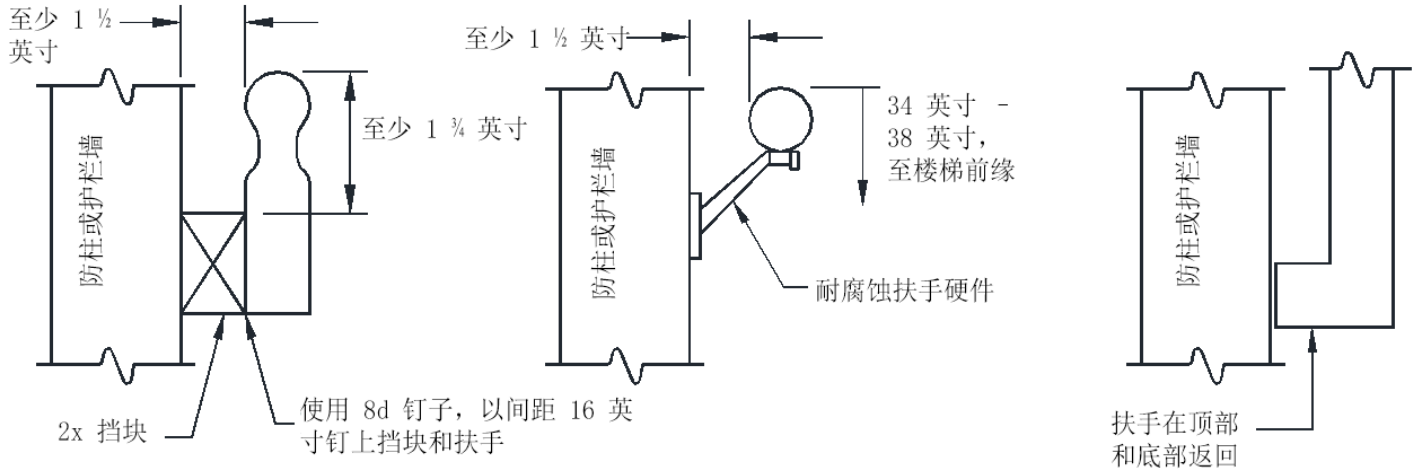

图 44: 扶手
- 扶手应固定到楼梯护栏或外墙作为屏障，如 图 44 所示。